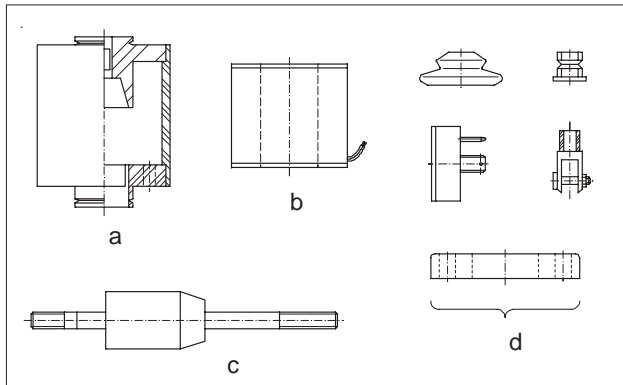

Bild 1.2.1
☞ Gleichstrom-Hubmagnete bestehen aus folgenden Hauptbestandteilen (Bild 1.2.1):
1.2.1 Der **Magnetkörper** ist der die Erregerwicklung enthaltende Magneteil. Er besteht aus den magnetischen flußführenden Teilen, Jochring, Kerndeckel mit Kern und Mantel, die zur Leitung des die Magnetkraft erzeugenden Nutzflusses, sowohl was ihr Material als auch ihre Geometrie betrifft, optimal ausgebildet sind. (Bild 1.2.1 a)
1.2.2 Die **Erregerwicklung** nimmt die elektrische Energie zur Erzeugung des magnetischen Feldes auf. Alle in ihr verwendeten Isolierstoffe und Werkstoffe entsprechen dem neuesten Stand der Technik und werden durch ständige Kontakte unseres Hauses zu den Herstellern dieser Stoffe und durch eigene Untersuchungen jeweils dem neuesten Stand angeglichen. (Bild 1.2.1 b)
1.2.3 Der **Anker** ist der durch das erzeugte Magnetfeld in die Erregerwicklung eintauchende bzw. gehaltene Teil; er wird in der Regel in wartungsfreien, hochtemperaturfesten Kunststoffverbundlagern mit geringem Spiel geführt. Hierdurch werden hohe, in der Praxis kaum ausnutzbare Lebensdauern erreicht. (Bild 1.2.1 c)
1.2.4 **Funktionsteile** sind solche Teile, die zwar nicht unmittelbar zur Erzeugung der Magnetkraft erforderlich sind, aber dennoch für den praktischen Betrieb des Magneten konstruktiv mit ihm vorhanden sein müssen. Hierzu gehören z. B. für die mechanische Ausnutzung der Magnetkraft: Hubbegrenzungen, Druck- und Zugstangen, Gabelgelenke usw. und für den elektrischen Anschluß der Erregerwicklung: Kabelanschlüsse, Klemmkasten, Steckvorrichtungen usw. (Bild 1.2.1 d)